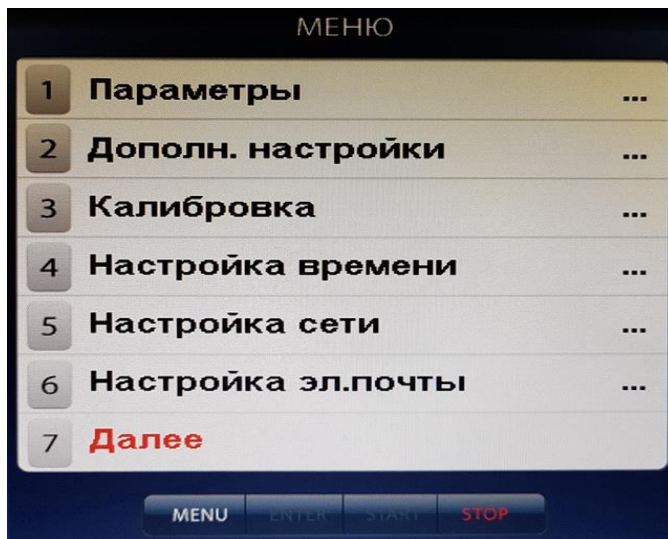
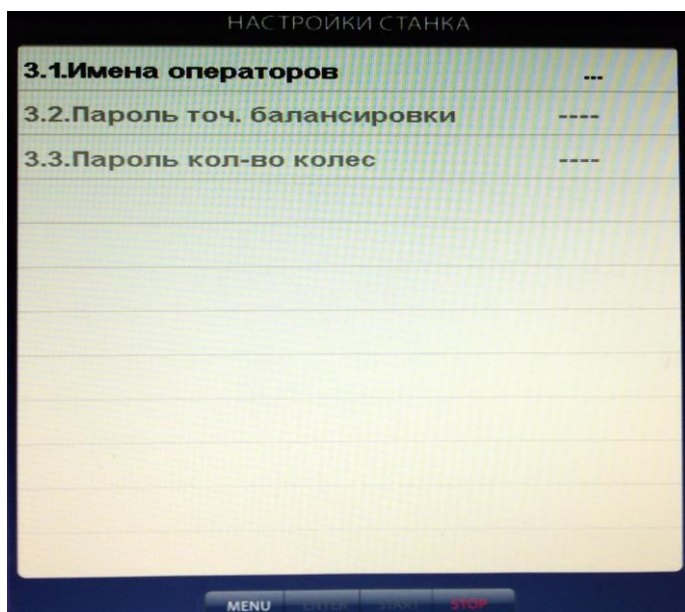
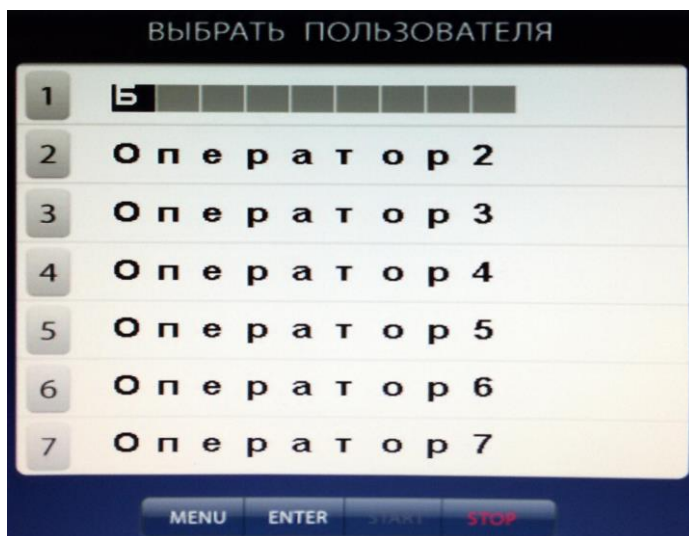

Рис.17.1
Рис. 17.2.
Рис. 17.3.
На экране появится окно MENU, нажмите кнопку 7 «Далее» на экране появится окно второй страницы MENU (рис.17.1). Выберите «Дополн. настройки», нажав кнопку 2, на экране откроется окно «Настройки станка» (рис.17.2). Нажмите кнопку 1 «Имена операторов» на экране откроется окно «Выбрать пользователя» со списком операторов, (рис.17.3).
17.3.1. Нажмите кнопку «MENU». На экране появится окно MENU, нажмите кнопку 1 «Выбрать пользователя» на экране появится окно «Выбрать пользователя» со списком задействованных операторов (рис.17.3).
кнопку «MENU». На экране появится окно MENU (рис.16.1), нажмите кнопку 7 «Далее» на экране появится окно второй страницы MENU (рис.17.1) после чего выберете соответствующий пункт меню.